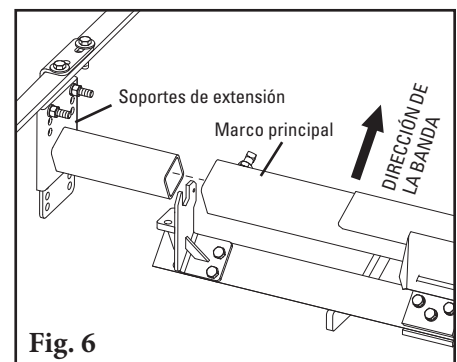

Fig. 6
8. **Deslice el extremo del marco principal** en el soporte de extensión ensamblado en el Paso 7 (Fig. 6).